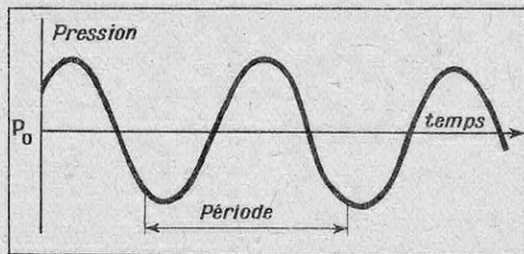
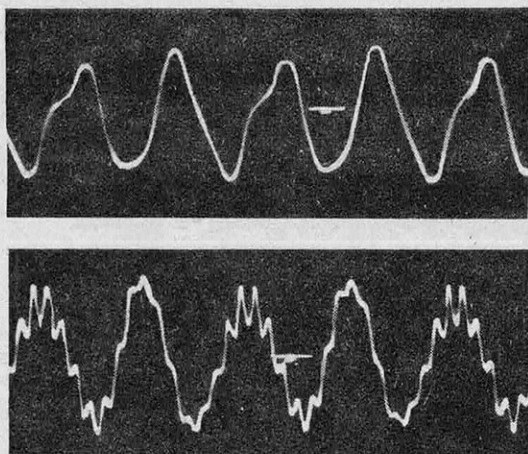
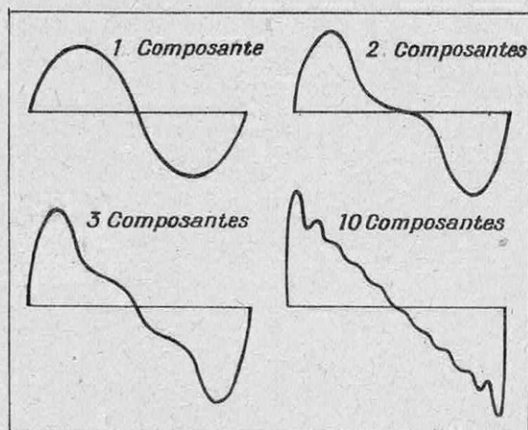
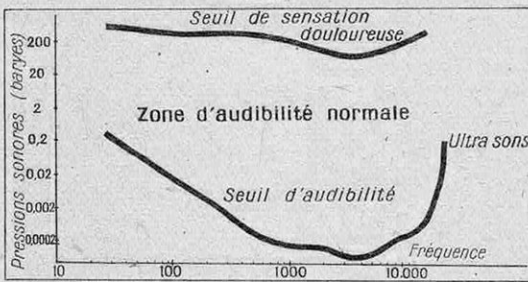

FIG. 1. — LA SINUSOÏDE, ONDE SONORE FONDAMENTALE
FIG. 2. — LA MÊME NOTE DO₃ ÉMISE PAR DEUX INSTRUMENTS DIFFÉRENTS
FIG. 3. — LA COMPOSITION DES HARMONIQUES
FIG. 4. — LES LIMITES DE L'AUDIBILITÉ POUR L'OREILLE NORMALE (FLETCHER ET MUNSON)
Une onde sonore est émise par un corps matériel mis en vibration, tel qu'un diapason ou une cloche, et se propage dans l'espace à partir de son point d'ébranlement. Les musiciens caractérisent la sensation qu'elle donne sur l'oreille de l'auditeur par la hauteur, l'intensité et le timbre (fig. 1). On sait que la hauteur n'est autre que la fréquence de ce phénomène périodique. L'intensité est une grandeur qui se relie directement à l'amplitude des variations de pression de l'air au voisinage de l'auditeur, autour d'une valeur moyenne qui est la pression atmosphérique. Enfin le timbre est lié à la forme de ces variations périodiques qui reproduit elle-même la forme des vibrations de la source. C'est ainsi que la note *do*, (1) émise par un piano, un violon, une flûte ou un hautbois peut avoir des formes totalement différentes (fig. 2) bien que sa hauteur,
français Fourier a montré que cette forme, si compliquée soit-elle, est le résultat de l'addition d'un certain nombre de vibrations, les harmoniques, aussi idéalement simples que la courbe sinusoïdale de la figure 1, mais dont les fréquences sont 2, 3, 4..., fois plus grandes que la fréquence « fondamentale » de l'onde résultante (fig. 3).
On peut tracer la courbe donnant les variations de la sensibilité de l'oreille en fonction de la fréquence en plaçant des sujets dans un silence absolu et en leur faisant écouter des sons de fréquence variable et d'amplitude connue. On obtient alors la courbe de la figure 4 qui a été tracée par les physiiciens Fletcher et Munson. La sensibilité maximum de l'oreille se place aux environs de 3 500 pér./s (la₂ du piano) et décroît rapidement pour des notes plus aiguës. Les vibrations acoustiques de fréquences trop aiguës ne sont donc pas perçues par l'oreille humaine ; c'est le domaine des ultrasons.
Quand le niveau sonore atteint 120 décibels environ, l'auditeur éprouve une sensation douloureuse qui peut à la longue s'accompagner d'un affaiblissement de l'appareil auditif. Ce niveau est appelé *seuil de douleur*, et, comme le seuil d'audibilité, il varie avec la fréquence du son perçu. C'est ainsi qu'une note à 3 000 pér./s par exemple, est beaucoup moins bien tolérée qu'une note à 200 pér./s. Aussi est-on conduit à tracer, par analogie avec la courbe du seuil d'audibilité, une courbe de sensation douloureuse ayant l'aspect indiqué (fig. 4), et c'est entre ces deux limites que doivent être normalement compris les sons. L'expérience a d'ailleurs montré que le seuil douloureux était aussi largement fonction de la forme du son perçu. C'est ainsi que les ondes en « dents de scie » représentées (fig. 3) sont très mal supportées par l'oreille ; ces sons très riches en harmoniques